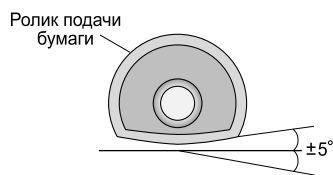

Рис. 26. Нормальное положение ролика подачи бумаги
- через отверстие ввода кассеты визуально убедитесь, что ролик подачи бумаги расположен горизонтально (допустимое отклонение $\pm 5^\circ$) (см. рис. 26).